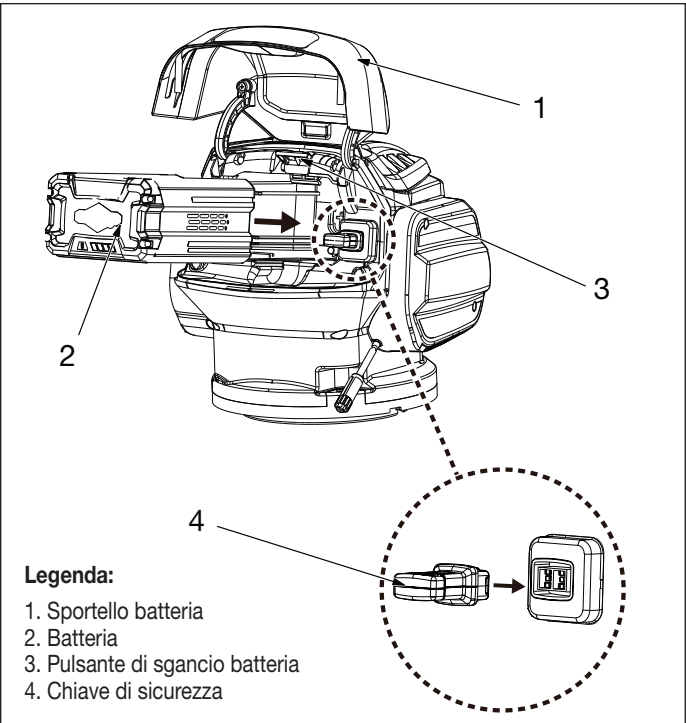

Figura 6, Installazione della batteria
- 2. Aprire lo sportello della batteria. Vedere la figura 6.
- 4. Sfilare la batteria verso l'esterno, estraendola del tutto dal vano. Vedere la figura 6.